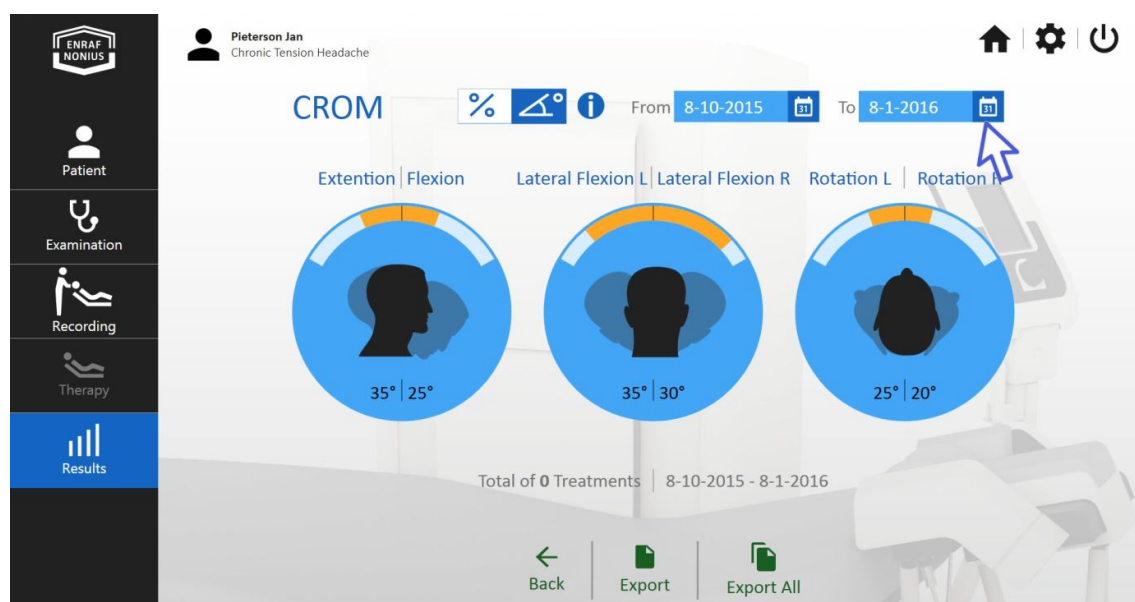

fig. 72
- Click the end date (fig. 72).